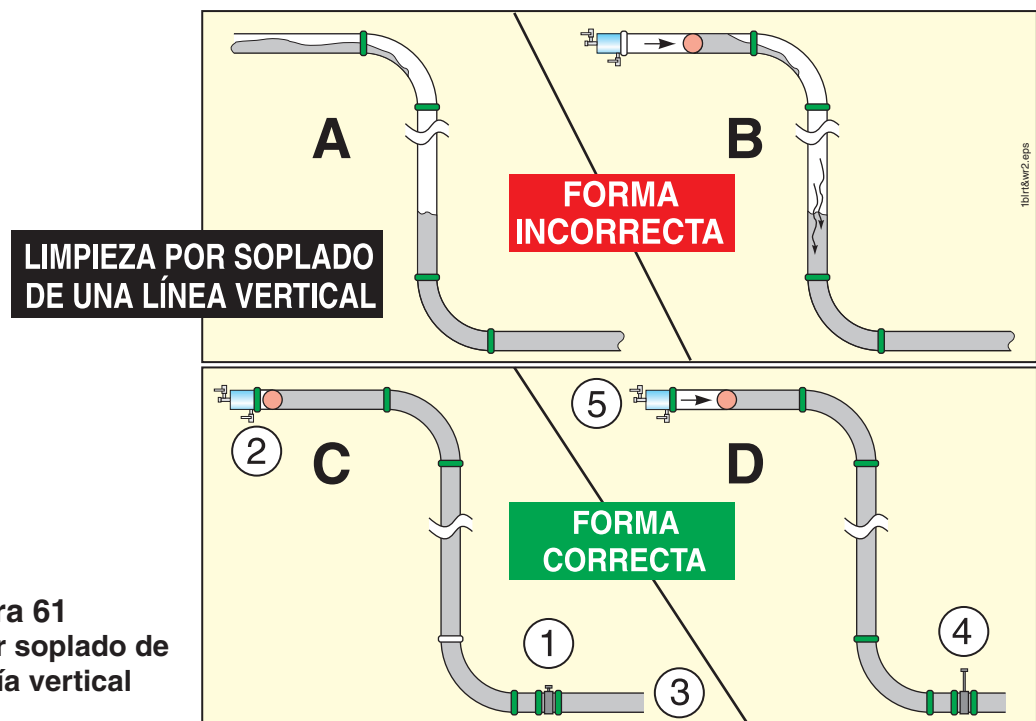

Figura 61
1. (Vea el diagrama A en la Figura 61.) Si no se instala una válvula de cierre se debe desconectar la tubería de la bomba. Inmediatamente, el concreto drena de las secciones verticales de tubo dejando concreto en ambas secciones horizontales y aire atrapado en el medio.
2. (Vea el diagrama B en la Figura 61.) Se introduce la bola y se la empuja con aire comprimido. Esto también hace que se comprima el aire que se encuentra atrapado en las secciones verticales del tubo. Se despedirá violentamente el
4. **Cuando se haya terminado de bombear, cierre la válvula de cierre antes de desconectar la tubería de la bomba** (artículo 1, Figura 61). Si no se hace esto, el concreto se caerá de las secciones verticales de los tubos, dejando concreto en las secciones horizontales de tubo y un bolsillo de aire en las
5. Instale la o las bolas en la tubería, asegure el cabezal de soplado y conecte el compresor de aire. **¡No aplique el aire todavía!** (Artículo 2, Figura 61.)
7. **Haga que el camión de concreto premezclado se ubique donde está el final del tubo de limpieza** o instale el captor de la bola u otro dispositivo de contención al final de la tubería de descarga. (Artículo 3, Figura 61.)
9. **Desvíe la línea vertical de tubos al área de limpieza, o abra la o abra ahora la válvula de cierre en la tubería de descarga.** Permita que la gravedad haga que el concreto comience a moverse a través de la tubería de descarga. A medida que el concreto cae de las secciones verticales se llevará la bola consigo haciendo imposible que se atrape aire en la tubería. (Artículo 4, Figura 61.)
10. **Aplique el aire comprimido a la tubería.** En este momento se deben mantener comunicación estrecha. Agregue solamente suficiente aire como para mantener el concreto en movimiento. No permita que el movimiento del concreto se acelere. (Artículo 5, Figura 61.)